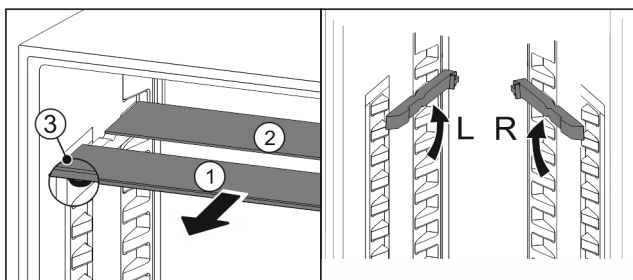

Fig. 192
- ▶ Skleněné desky jednotlivě vytáhněte dopředu Fig. 192 (1).
- ▶ Skleněná deska Fig. 192 (1) s ozdobnou lištou leží vpředu.
- ▶ Zárážky Fig. 192 (3) směřují dolů.